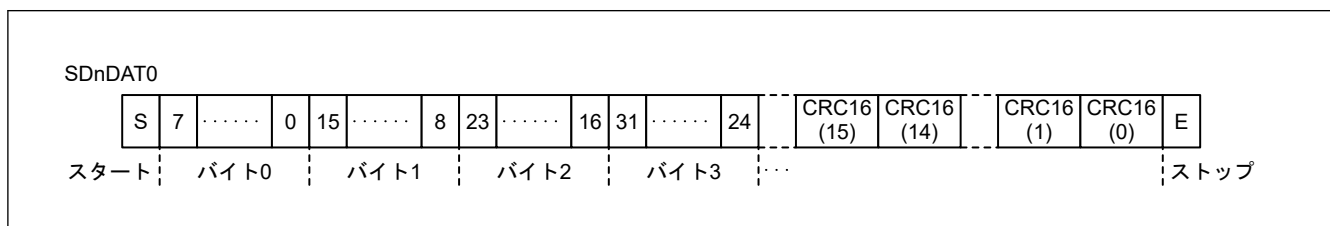
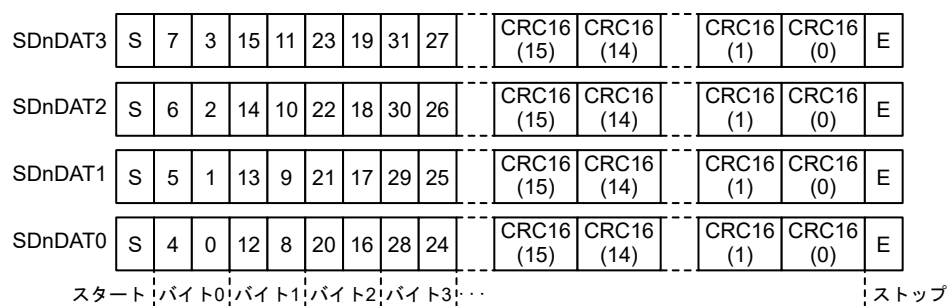

図 33.2 1 ビット幅モードの SDnDAT
図 33.3 4 ビット幅モードの SDnDAT
1. SD/MMC ホストインタフェースが SDnDAT 信号により SD カード／MMC からデータを受信する（図 33.2 および 図 33.3 を参照）。